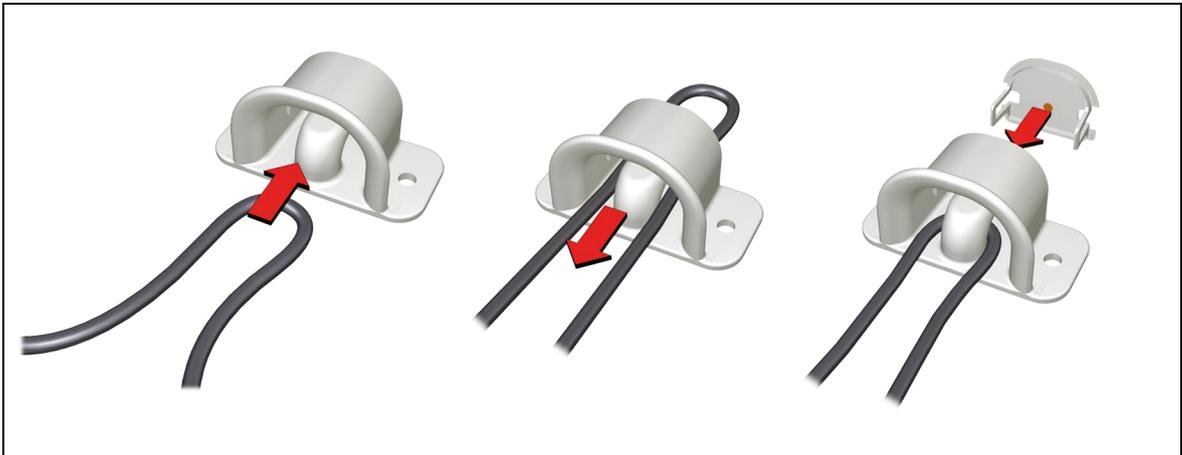

Abbildung 13 Verlegen der Anschlussleitung in die montierte Zulentlastung
Das Verlegen der Anschlussleitung in die montierte Zulentlastung der Steuerung ECS wird in Abbildung 13 gezeigt.
- 1 Legen Sie die Anschlussleitung zu einer Schlaufe und führen Sie diese durch die Zulentlastung, wie in Abbildung 13 gezeigt.